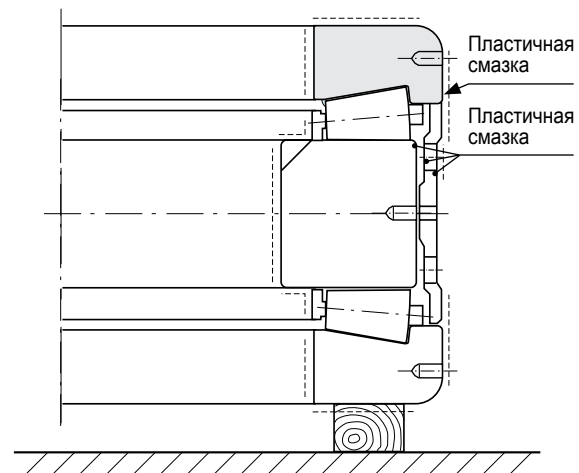

Рис. 3.42
- (6) Нанесите толстый слой пластичной смазки на периферию бурта наружного кольца (имеющего метку В) с его внутренней стороны. Тонким слоем нанесите пластичную смазку на другие поверхности. Аккуратно установите наружное кольцо на ролики (**Рис. 3.42**). Аккуратно проведите центровку. Через отверстие для подвода пластичной смазки в проставке наружного кольца закачайте требуемое количество пластичной смазки в подшипник. Заложите требуемое количество пластичной смазки в отверстие и канавку для подвода смазки в наружном кольце. Тонким слоем нанесите пластичную смазку на наружную поверхность. При помощи приспособления, показанного на рис. 2.1.6, соберите подшипник в распорку.